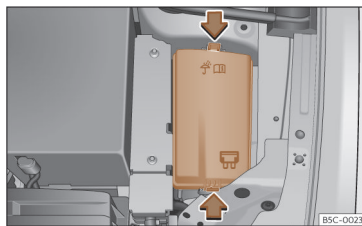

Fig. 218 No compartimento do motor: tampa da caixa de fusíveis.
- Pressione as patilhas de bloqueio para desbloquear a tampa da caixa de fusíveis >>> Fig. 218.